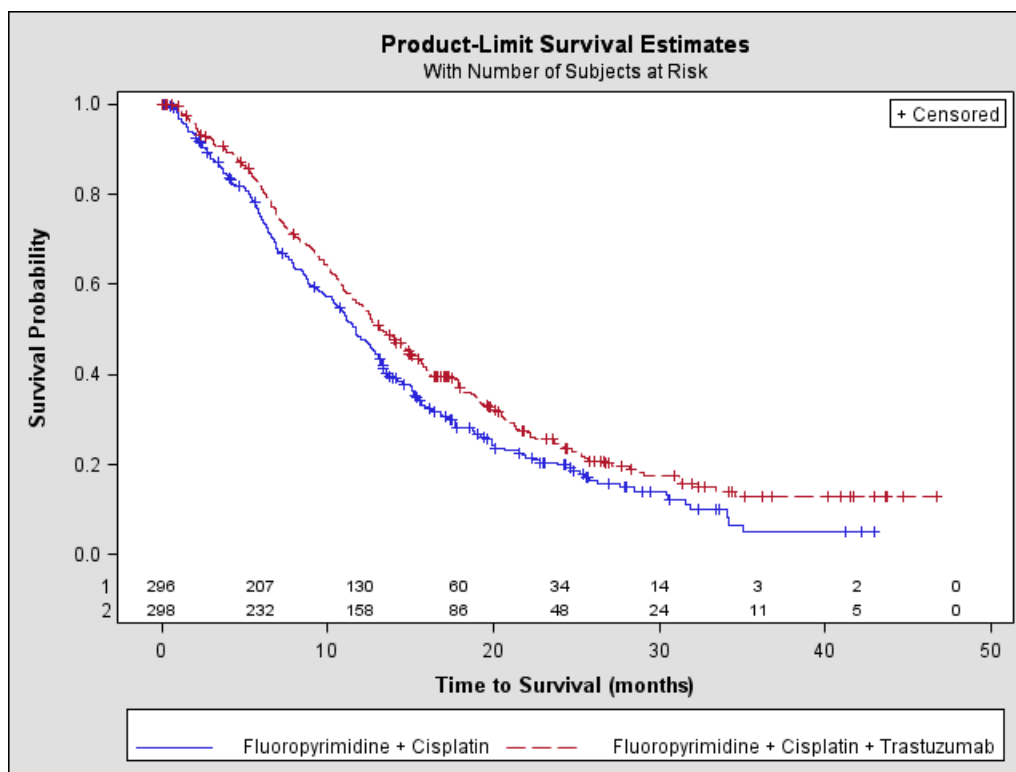

Figure 11. Survie globale mise à jour chez les patients atteints d'un cancer de l'estomac métastatique
Le principal résultat de l'étude sur l'efficacité du traitement portait sur la survie globale (SG) analysée par le test stratifié consistant à évaluer l'égalité des fonctions de survie. L'analyse finale de SG basée sur 351 décès était statistiquement significative (niveau nominal d'importance de 0,0193). Une mise à jour de l'analyse de SG a également eu lieu un an après l'analyse finale. La survie globale médiane de 13,5 mois suite à un traitement par Herceptin™ + chimiothérapie était nettement plus longue comparée à la survie globale médiane de 11,0 mois suite à une chimiothérapie uniquement. Les résultats d'efficacité des analyses finale et mise à jour ont été récapitulés dans le tableau 16 et sur la figure 11.